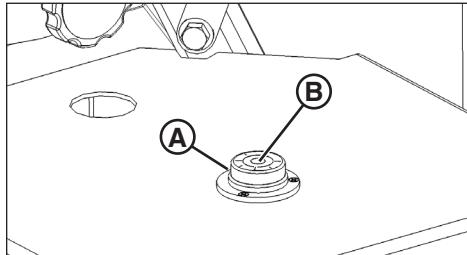

Figura 6
- Ubique la torre de iluminación portátil en un lugar de trabajo adecuado. Consulte **Consideraciones de seguridad del lugar de trabajo**. Use el nivel como una guía para ubicar una superficie a nivel: Cuando la burbuja (B, figura 6) es en el centro superior del nivel (A), la unidad está nivelada.